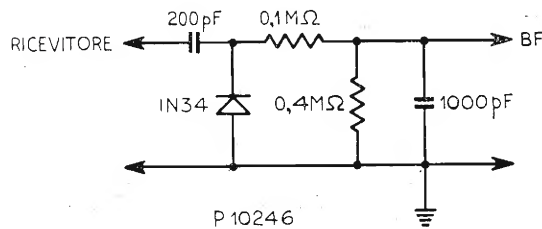
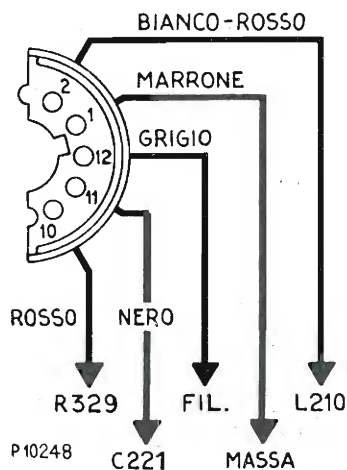

Fig. 10.40. - Circuito rivelatore.
Fig. 10.41. - Collegamenti allo zoccolo del cinescopio.
2) Collegare il circuito rivelatore, realizzato come in fig. 10.40, al piedino 2 del cinescopio V8 (fig. 10.41).